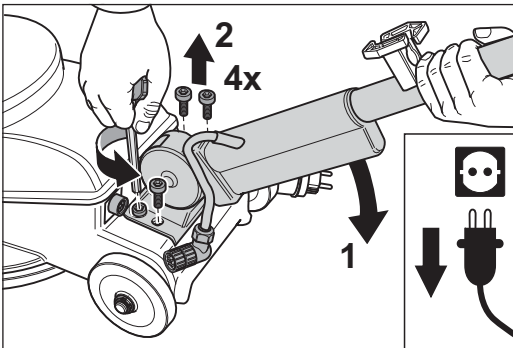

Abb. 40 Den Stiel abschrauben.
- 6 Lösen Sie mit einem Innensechskantschlüssel die vier Befestigungsschrauben des Stielfußes. Halten Sie dabei den Stiel mit einer Hand fest (Abb. 40).